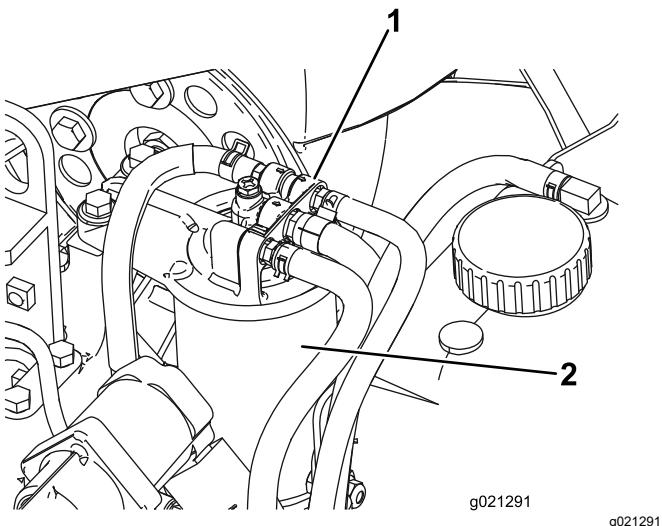

Figura 57
1. Limpie la zona alrededor de la cabeza del filtro de combustible (Figura 57).
2. Retire el filtro y límpie la superficie de montaje de la cabeza del filtro (Figura 57).